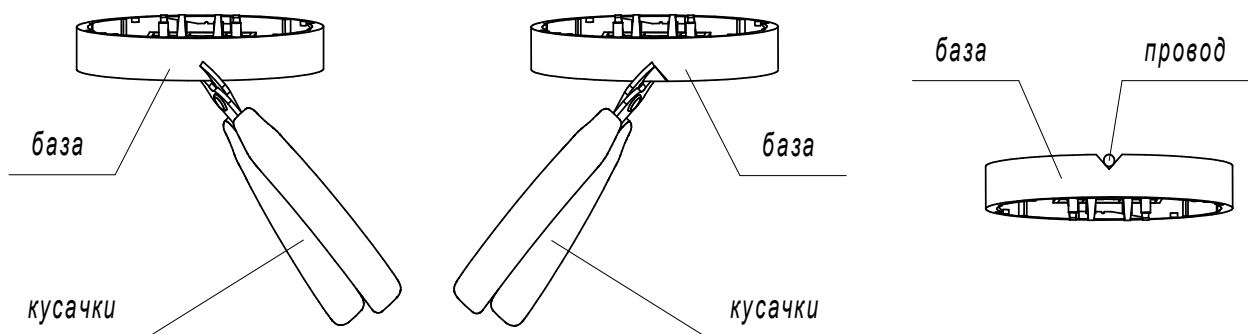

Рисунок 1
3.1 При размещении и монтаже извещателей необходимо руководствоваться требованиями ДСТУ-Н СЕН/TS 54-14 и ДБН В.2.5-56. Для монтажа извещателя необходимо базу отсоединить от извещателя, вырезать в ней нужное количество пазов для провода (см. Рис. 1) и закрепить ее на потолке помещения с помощью дюбелей и винтов.